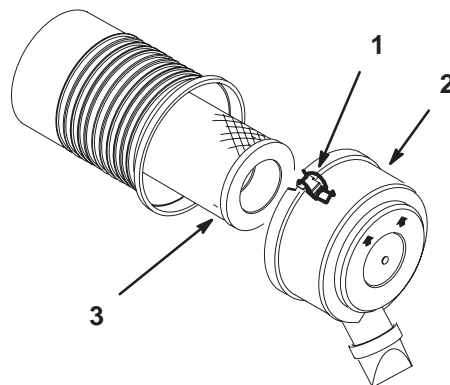

Figure 39
4. Nettoyez la surface autour du filtre à air pour éviter que des impuretés ne s'introduisent dans le moteur et l'endommagent. Desserrez les clips de blocage et déposez le couvercle du filtre à air (Fig. 39).
5. Sortez le filtre de son logement avec précaution (Fig. 39).
1. Insérez le filtre dans son logement avec précaution (Fig. 39).
2. Placez le couvercle du filtre à air dans le logement et verrouillez les clips de blocage (Fig. 39).